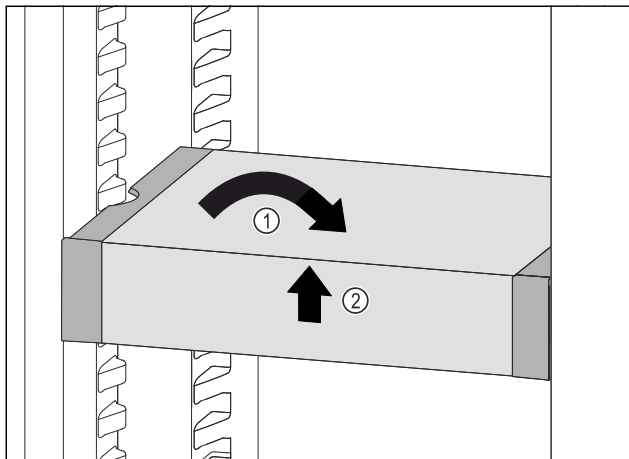

Fig. 105
- Poziționați drept VarioSafe. Fig. 105 (1)
- Ridicați în față VarioSafe. Fig. 105 (2)